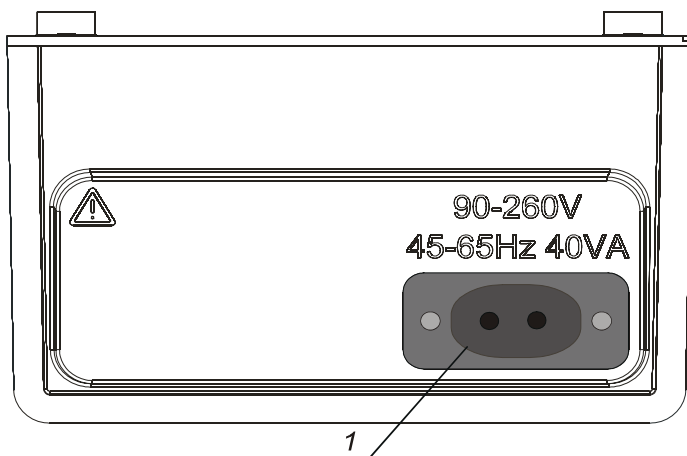

Fig. 4 Conector de la red
- Enchufe para cable de suministro de la red (fig. 4)